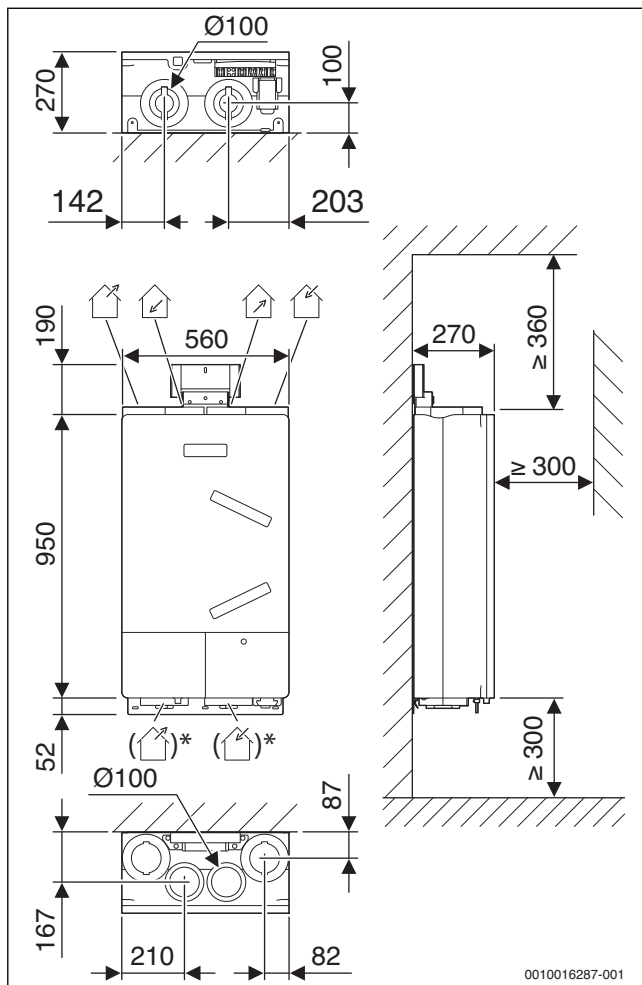
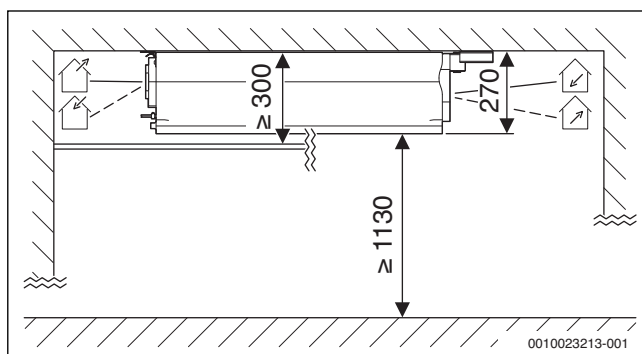

Bild 2 Abmessungen und Mindestabstände Wandinstallation Logavent
Bild 3 Abmessungen und Mindestabstände Deckeninstallation Logavent
* bei Deckeninstallation (→ Bild 3)
Legende zu Bild 2 und Bild 3: